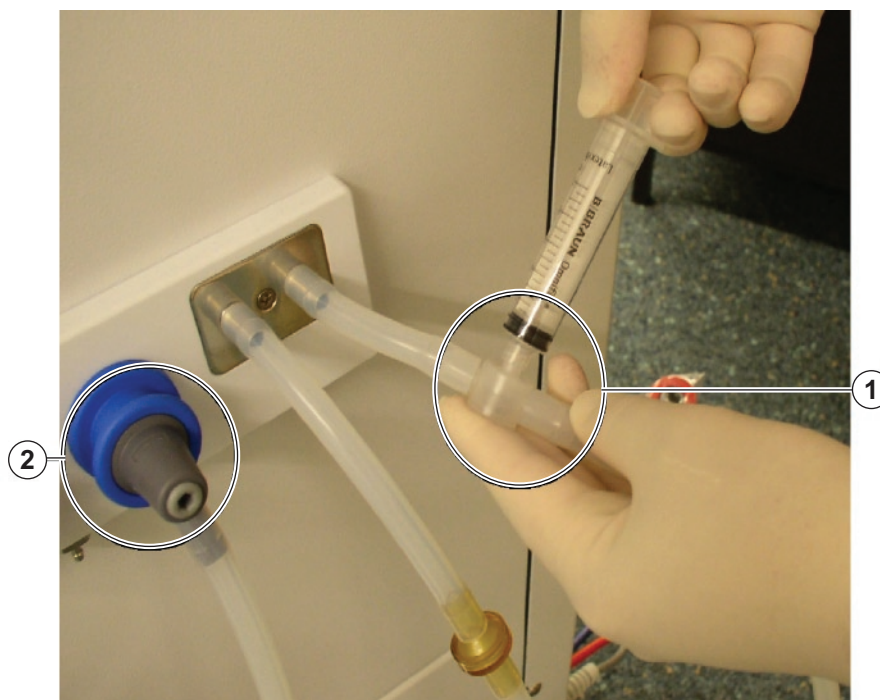

Abb. 11-32 Probeentnahmeventil
2. Probe mit einer kleinen Spritze, z. B. einer 2-ml-Spritze am Probeentnahmeventil des DF-Schlauchs langsam entnehmen (Abb. 11-32).